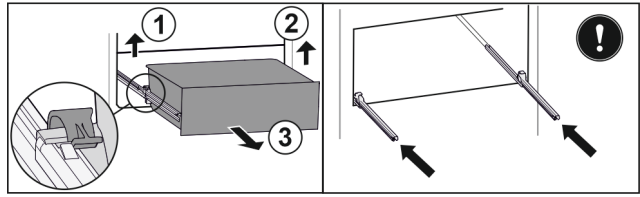

Fig. 78
- Підняти лівий затискач і одночасно висувний ящик ліворуч потягнути вперед. Fig. 78 (1)
- Підняти правий затискач і одночасно висувний ящик праворуч потягнути вперед. Fig. 78 (2)
- Вийняти висувний ящик рухом вперед. Fig. 78 (3)